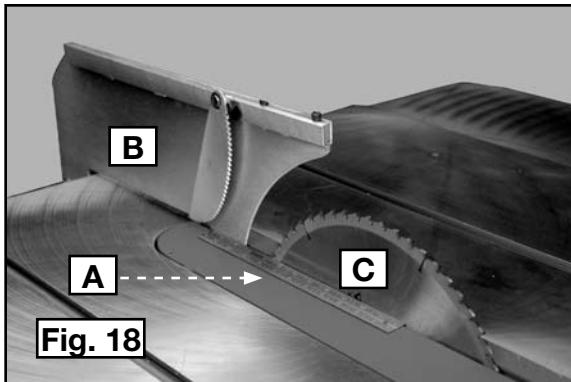

Fig. 18
- Utilice una regla (A) Fig. 18 para ver si el hendedor (B) está alineado con la hoja (C). Ajuste los pernos de montaje.